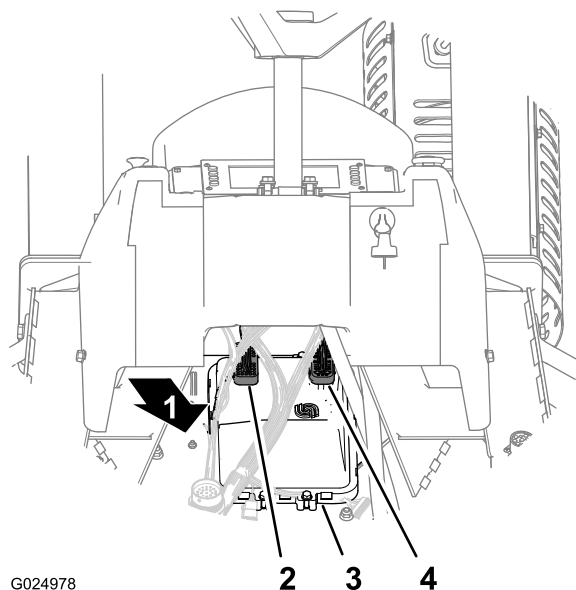

Figura 117
2. Scollegate il connettore a 50 prese (CPU 1) dal retro del modulo del computer (Figura 117).
3. Scollegate il connettore a 38 prese (CPU-2) dal retro del modulo del computer (Figura 117).
1. Collegare il connettore a 38 prese (CPU-2) al retro del modulo del computer (Figura 117).
2. Collegare il connettore a 50 prese (CPU 1) al retro del modulo del computer (Figura 117).